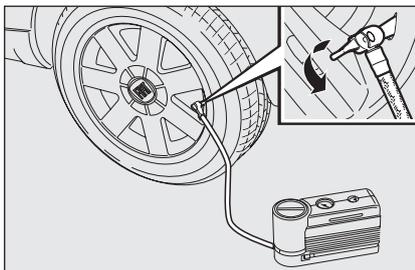
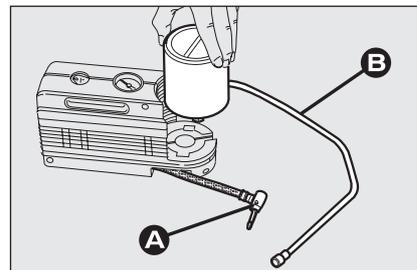

fig. 7
fig. 8
Le compresseur peut être utilisé uniquement pour le rétablissement de la pression. Dégager la greffe **A**-fig. 8 de la bombe et connecter directement à la valve du pneu **fig. 7**; la bombe sera ainsi connectée au compresseur et le liquide pour sceller ne sera pas injecté.
- déconnecter la greffe **A**-fig. 8;